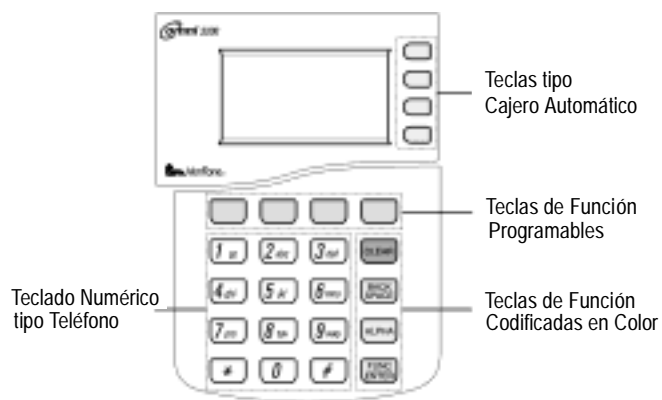

Figura 4 Teclas de Función y Teclado Numérico del OMNI 3200
- 24 teclas, organizadas en grupos (consulte la Figura 4):